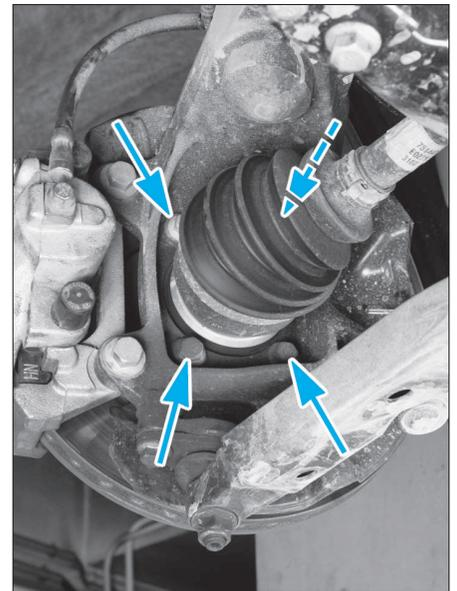

FIG. 11
- les 4 vis de fixation (Fig.11) du moyeu sur le pivot.